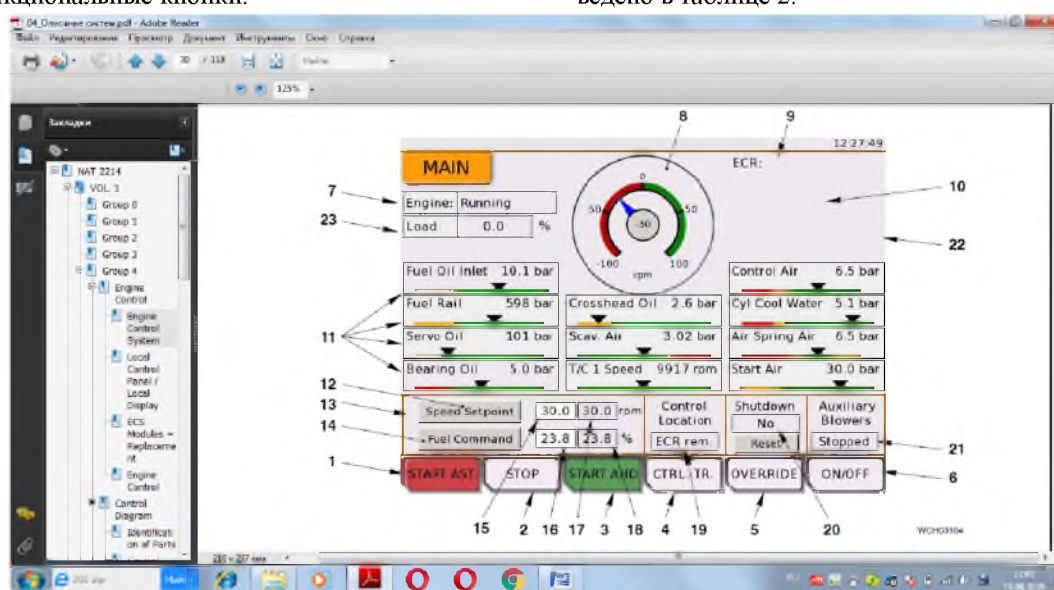

Рисунок 4 – Главная страница (MAIN)
После загрузки программы или при нажатии кнопки **HOME**, на экране отобразится **ГЛАВНАЯ** страница (рисунок 4). Далее:
1) Чтобы управлять двигателем с главной страницы, сначала убедитесь, что LDU-20 является место активного управления (п. 9 и 19, рисунок 4 и таблица 2). При необходимости выберите CTRL.TR кнопка для передачи управления.